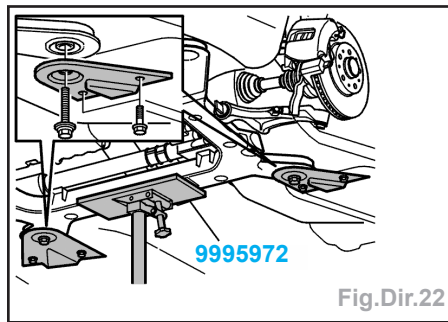

Fig.Dir.22
- Positionner un cric mobile avec la fixation universelle **999 5972** sur le bord AR du faux-châssis (fig.Dir.22).